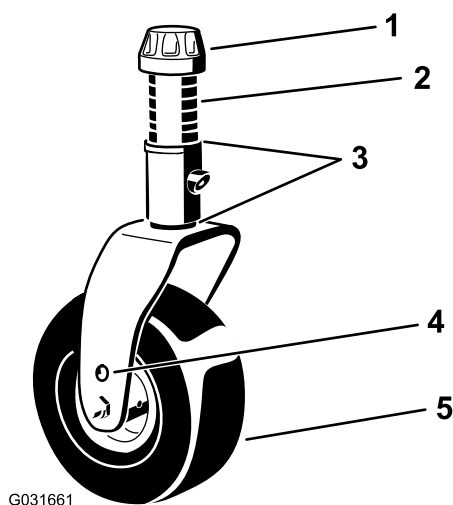
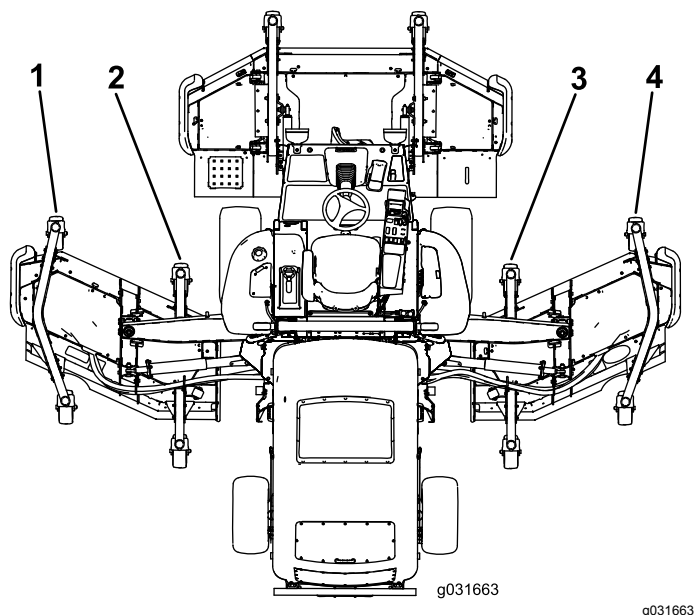

Figure 28
Figure 29
5. Si le bord intérieur de l'unité de coupe latérale est trop élevé par rapport au bord extérieur de l'unité de coupe avant, retirez une cale au bas du bras de la roue pivotante intérieure avant de l'unité de coupe latérale (Figure 28 et Figure 29).
- Si le bord intérieur est encore trop élevé, retirez une cale supplémentaire au bas du bras pivotant intérieur avant et une cale du bras pivotant extérieur avant de l'unité de coupe latérale (Figure 28 et Figure 29).
- Si le bord intérieur de l'unité de coupe latérale est trop bas par rapport au bord extérieur de l'unité de coupe avant, ajoutez 1 cale (3 mm) au bas du bras pivotant intérieur avant de l'unité de coupe latérale (Figure 28 et Figure 29).